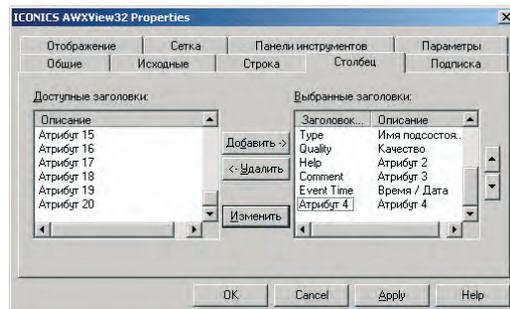

Рис. 11. Добавление столбца с атрибутом **Исходный экран**
5. Перейдите на закладку **Столбец** и добавьте столбец, в котором будет находиться соответствующий атрибут, как показано на рис. 11.